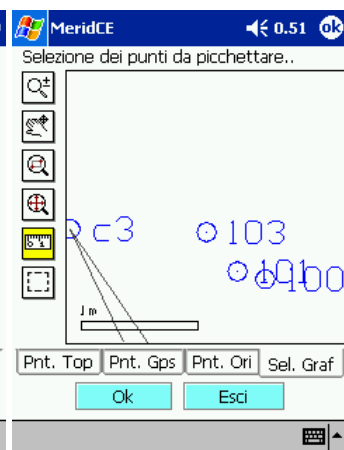

fig. 94
- Pt. Grafici per picchettare dei punti creati graficamente fig 94. Per la selezione bisogna cliccare con il cursore i punti da picchettare (i punti selezionati cambieranno colore - rosso).
192. ripremere **ESCI** (fig. 94)